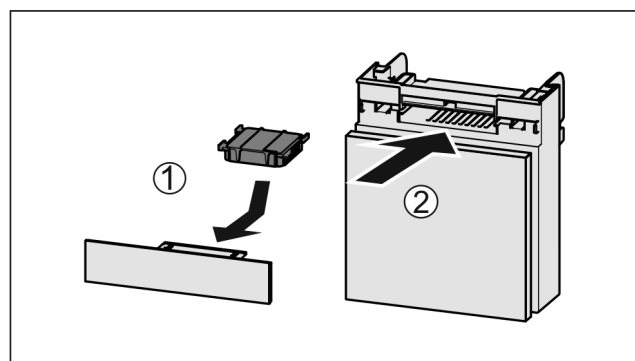

Fig. 119
- ▶ Introduceți Fig. 119 (1) filtrul de cărbune activ după cum se vede în figură.
- ▶ Împingeți Fig. 119 (2) compartimentul în interior.